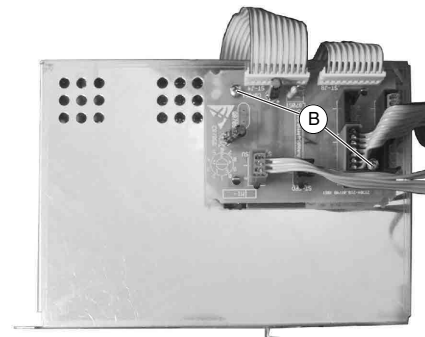

Fig. 2
- 2 Schrauben (B) (Fig. 2) herausdrehen.
- Undo the 2 screws (B) (Fig. 2).